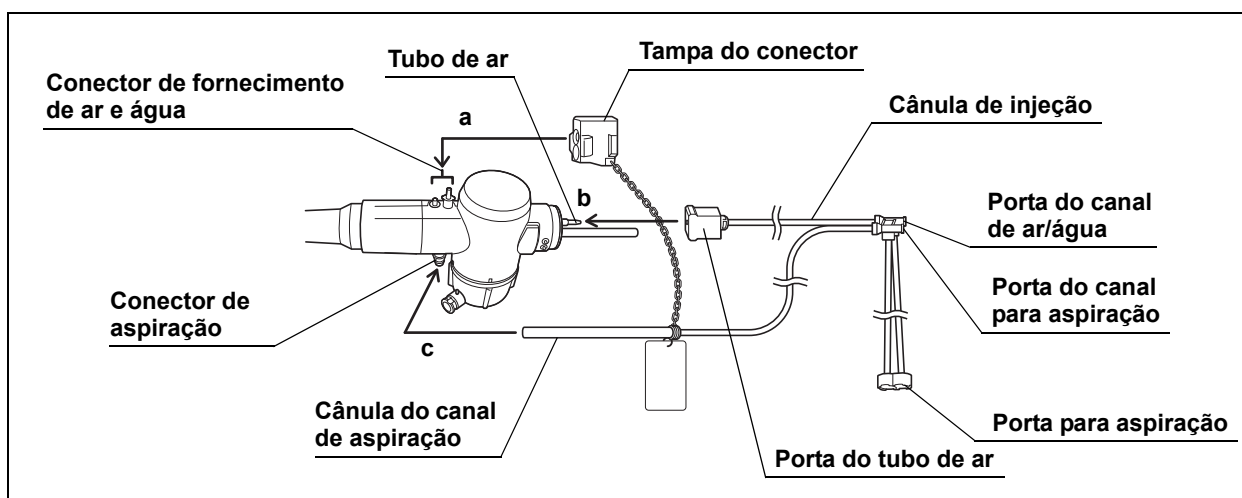

Figura 5.35
3. Mergulhe a porta para aspiração da cânula de injeção (MH-946) em água. (Consulte Figura 5.35)